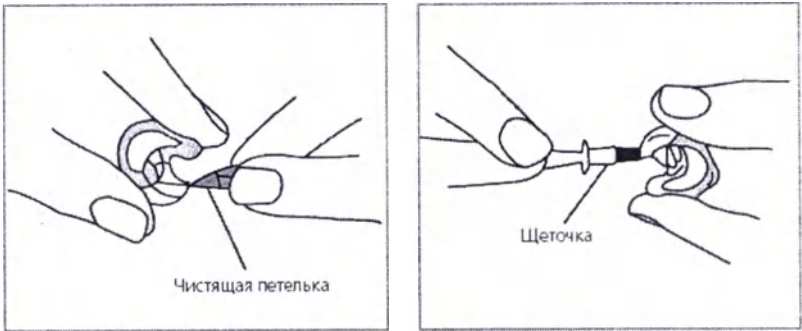

Рисунок 5 – Чистка ушного вкладыша
2.2.6 Ушной вкладыш следует регулярно чистить, рисунок 5. Перед чисткой снимите вкладыш с СА. Очистка и дезинфекция ушного вкладыша производится теплой мыльной водой. После чистки протрите вкладыш насухо мягкой материей. Капли воды, попавшие внутрь ушного вкладыша, удалите продуванием. Перед присоединением ушного вкладыша к СА убедитесь, что он сухой. Никогда не погружайте ушной вкладыш в дезинфицирующие жидкости, такие как спирт, так как это приведет к высыханию и растрескиванию звукопроводящей трубочки.